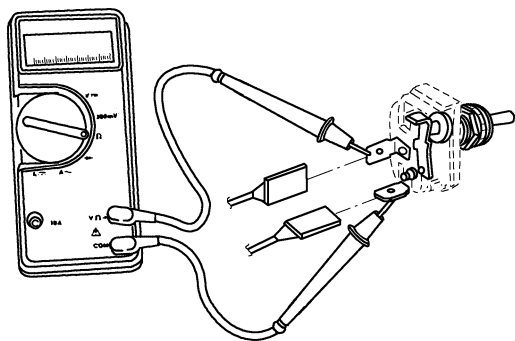
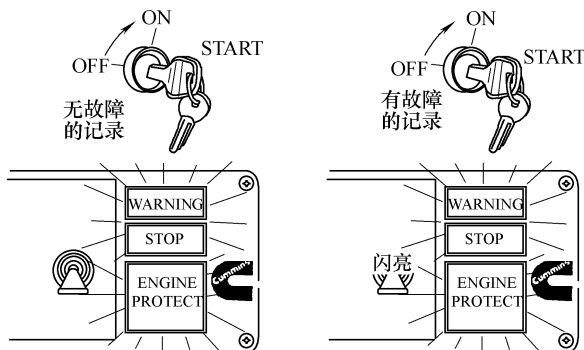

图 5-138 开关在设置/滑行位置, 测量中心端子和底部端子闭路电阻
图 5-152 未出现故障码和记录故障码
⑥ 使保持开关在设置/滑行位置, 测量中心端子与底部端子间的电阻(图 5-138), 应显示闭路, 电阻小于 10Ω 。
② 当 ECM 收到诊断开关传来的信号时, 如果在 ECM 中记录有现行故障码, 黄色和红色故障指示灯亮起, 并开始闪烁; 如果故障指示灯一直亮, 而且不闪烁, 说明没有出现现行故障码, 如图 5-152 所示。
(2) 电阻检查
① 从诊断开关上拆下两个插头并贴标签, 用万用表的两表笔接触开关上的两个端子, 参考图 5-138。